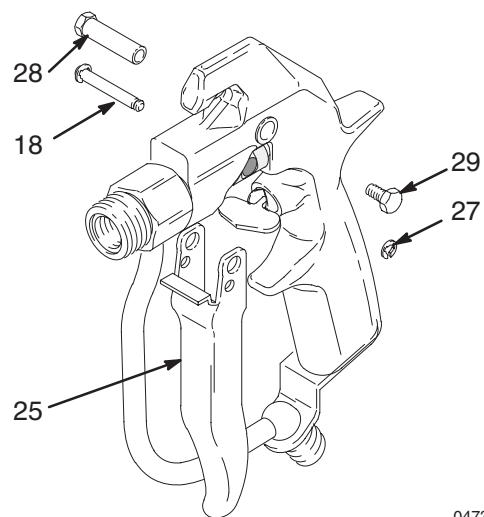

Рис. 8
- Выньте один е-образный зажим (27). Вытащите штифт (18). Выньте винт (29), палец шарнира (28) и курок (25). См. Рис. 8.